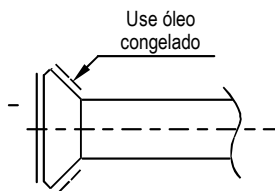

Figura 20
- Pique as superfícies do tubo de aperto e as porcas de junção com óleo congelado, e as rosqueie de 3 a 4 vezes com as mãos antes de apertar as porcas de alargamento. (Consulte a figura 20)